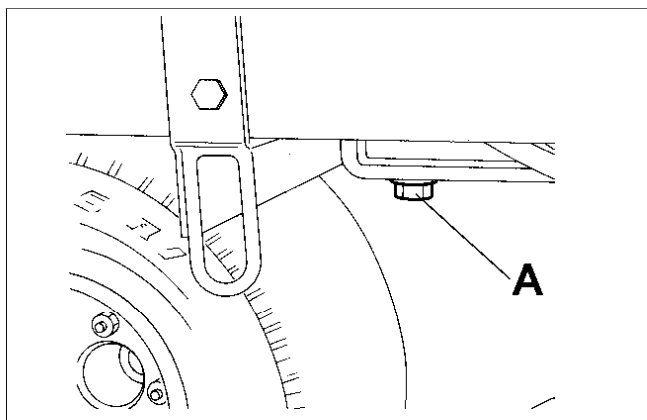

Fig.26
- Varm motoren op, fjern bundskruen (A Fig. 26), og lad al olien løbe ud af bundkarret.
- Ta ut dräneringspluggen (A fig. 26) efter att ha värmt upp motorn, och dränera all oljan från vevhusumpen.